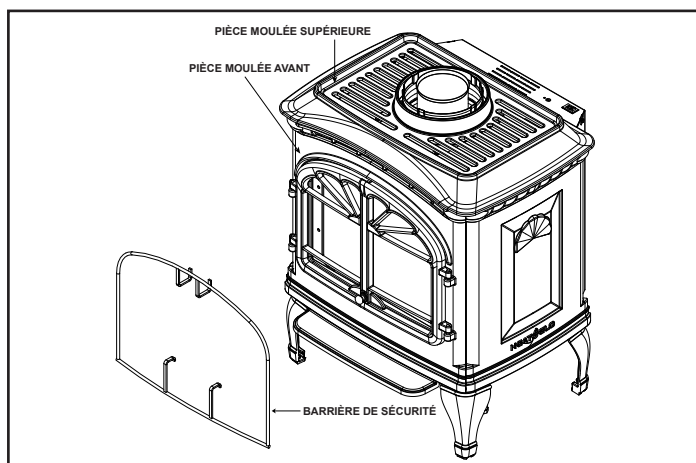

Figure 10.1 Retrait des pièces moulées
2. Retirez la pièce moulée avant en la saisissant par le haut et en la soulevant. Si le poêle est déjà installé avec une évacuation des gaz par le haut, la pièce moulée supérieure devra être légèrement soulevée pour accommoder le retrait de la pièce moulée avant. Voir la Figure 10.1. Mettre de côté la pièce moulée avant sur la surface de travail préparée.
Réinstallez le cadre de la vitre en refermant les verrous des coins inférieurs de la boîte à feu sur les languettes du cadre de la vitre. Consultez les figures 10.1 et 10.2 en référence. Réinstallez la façade moulée et la barrière de sécurité.